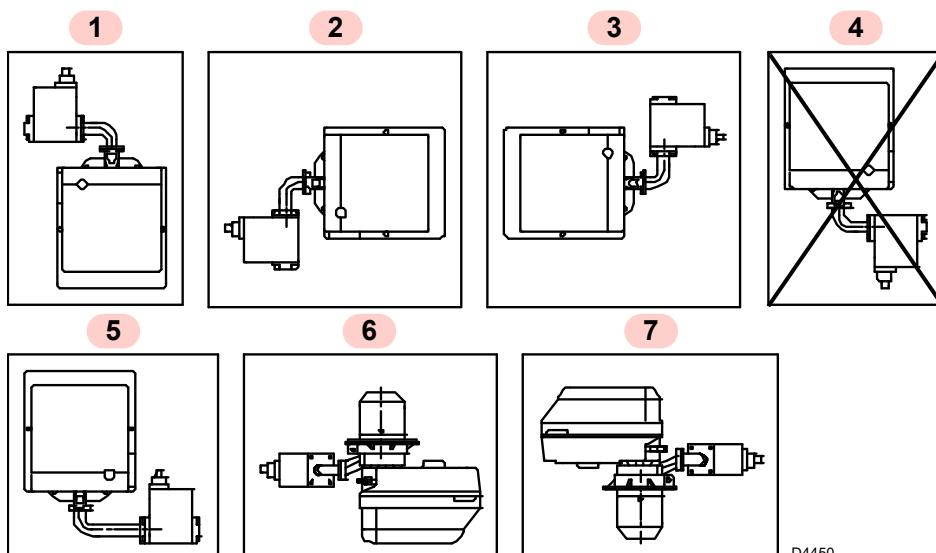

Fig. 9
- Il bruciatore è predisposto esclusivamente per il funzionamento nelle posizioni **1, 2, 3, 5, 6 e 7** (Fig. 9).